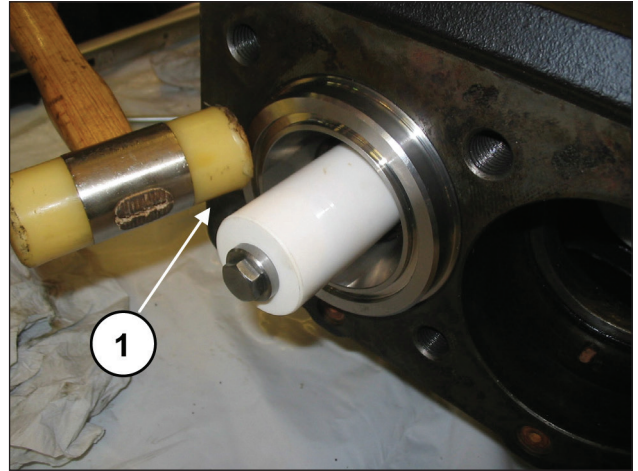
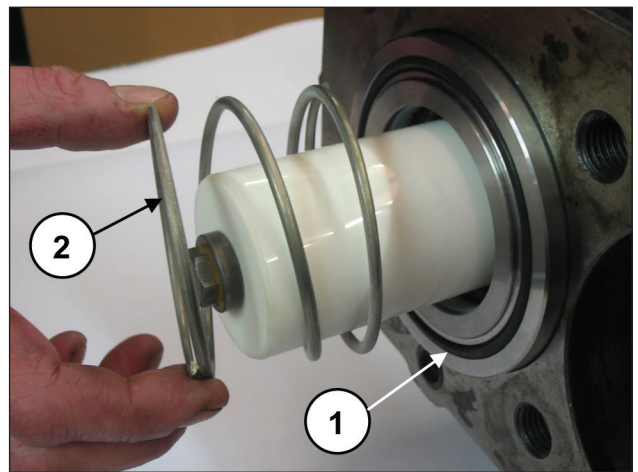

Fig. 186
Fig. 187
Certifique-se de que o bloco da camisa - suporte chegue a se posicionar até o fundo da base (pos. ①, Fig. 186); monte agora o O-ring dianteiro da camisa e a mola (pos. ①②, Fig. 187).